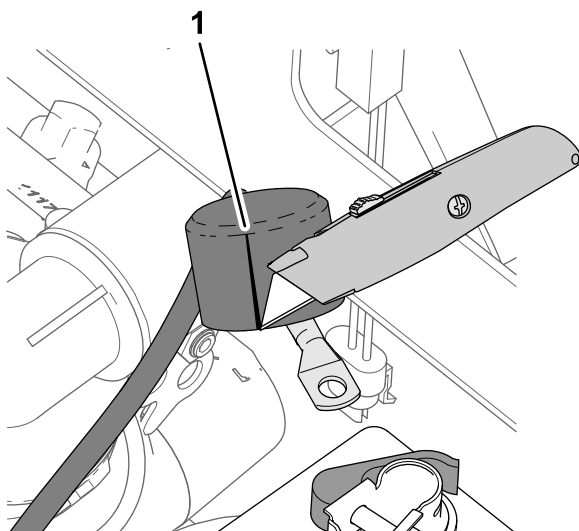

Figura 210
1. Deslize a cobertura de isolamento do cabo positivo da bateria para o arrancador como se mostra na Figura 210.